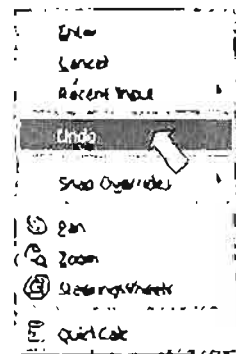

Рис. 2.9 Контекстное меню команды LINE
Если предыдущая точка введена неправильно, то можно вернуться к ее повторному вводу, вместо задания координат второй точки выберите команду Undo (Отменить) из контекстного меню, которое вызывается нажатием правой клавиши мыши (рис. 2.9). При этом в командной строке повторится все та же подсказка *Specify next point or [Undo]: (Следующая точка или [Отменить])*. Эта подсказка повторяется для всех последующих вводимых точек.
Построение ломаной заканчивается выбором команды <Enter> из контекстного меню (см. рис. 2.9).
4. Чтобы закончить построение отрезка нажмите правую клавишу мыши и выберите из контекстного меню <Enter> (см. рис. 2.9). Отрезок построен, команда Line прервана.